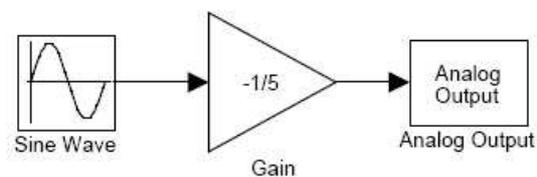

Figura 2.5: Estrutura em SIMULINK para a exportação de dados e conversão em sinais analógicos.
Para a exportação dos dados gerados no computador utilizando-se o SIMULINK, deve-se construir um programa que contém os blocos indicados na figura 2.5. O bloco **Analog Out** faz parte da biblioteca **Real-Time Windows Target** do SIMULINK, enquanto o bloco **Sine Wave** faz parte da biblioteca **Source**, sendo utilizado para gerar um sinal senoidal. Deve ser ressaltado que, não necessariamente, deseja-se gerar um sinal senoidal e, por essa razão, esse bloco pode ser substituído por outro que realize a operação desejada. Assim sendo, somente o bloco **Analog Out** é realmente necessário no processo de exportação de dados. Note, ainda, na figura 2.5 que o ganho do bloco **Gain** foi ajustado em $-1/5$. Isto se deve ao seguinte fato:
1. Construa um diagrama de blocos em SIMULINK como aquele mostrado na figura 2.5.